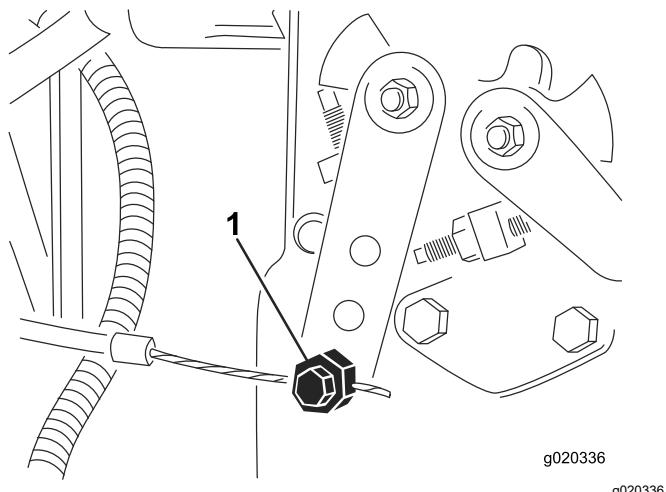

Figura 90
- Allentate il raccordo del cavo dell'acceleratore sulla leva della pompa di iniezione (Figura 90).